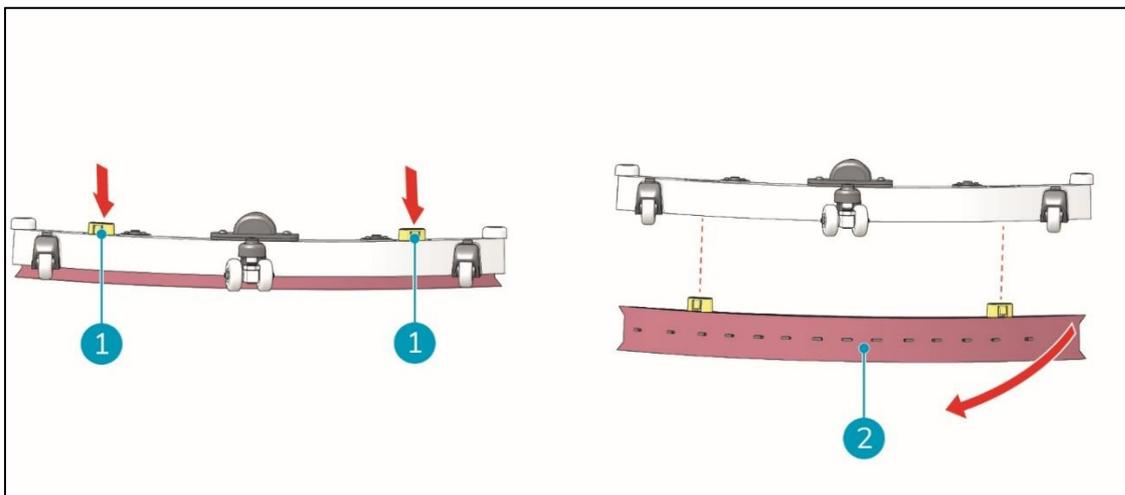

Abbildung 30
2. Wenn das Gerät aus dem Bürstendeck entfernt wurde, drücken Sie gleichzeitig auf die beiden schwarzen Knöpfe an der Oberseite der Abstreifereinheit (Abbildung 30, Pos. 1). Der Halter für die Saugleistenblätter löst sich von der Saugleisteneinheit. Jetzt liegen die Saugleistenblätter frei.